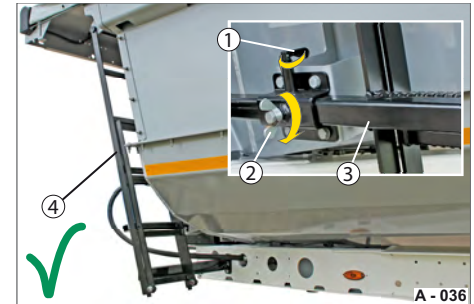

Abb. 46 Aufstiegsleiter in Fahrstellung
- ▶ Schwenken Sie den Sicherungsstift (Abb. 46/1) nach unten.
- ▶ Drehen Sie die Fixierschraube (Abb. 46/2) fest.
Der Träger (Abb. 46/3) der Aufstiegsleiter ist fixiert.